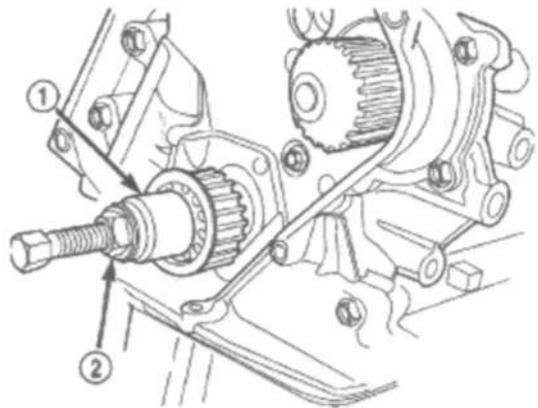
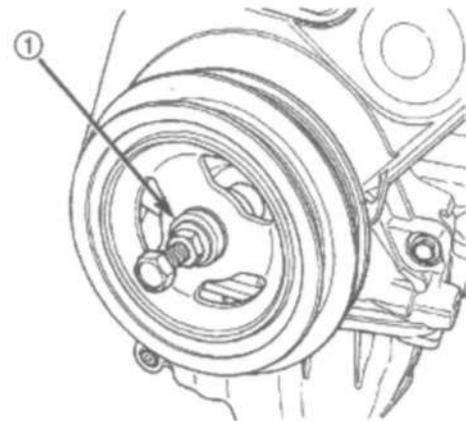

Рис. 55 Установка звездочки коленчатого вала
Рис. 56 Гаситель вибрации коленчатого вала – типовая установка
(3) Установить звездочку коленчатого вала при помощи спец. приспособления 6792 (Рис. 55).
(4) Установить ремень ГРМ (см. п. 9 ДВИГАТЕЛЬ/ФАЗЫ ГАЗОРАСПРЕДЕЛЕНИЯ/РЕМЕНЬ ПРИВОДА ГРМ/ЦЕПЬ И ЗВЕЗДОЧКИ –УСТАНОВКА)
(5) Установить гаситель вибрации коленчатого вала (Рис.56) (см. п.9-ДВИГАТЕЛЬ/БЛОК ДВИГАТЕЛЯ /ГАСИТЕЛЬ ВИБРАЦИИ - УСТАНОВКА)